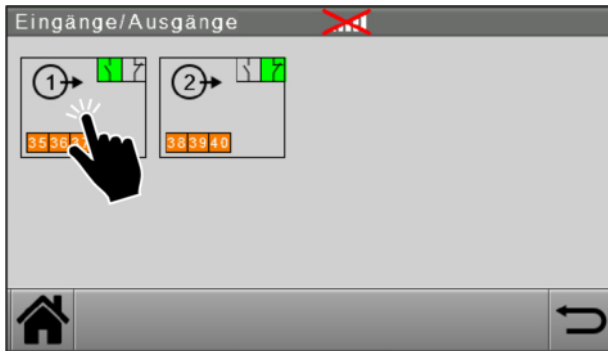

Abb. 74: Eingänge / Ausgänge
1. Ausgang 1 oder 2 wählen (siehe Abbildung 74).